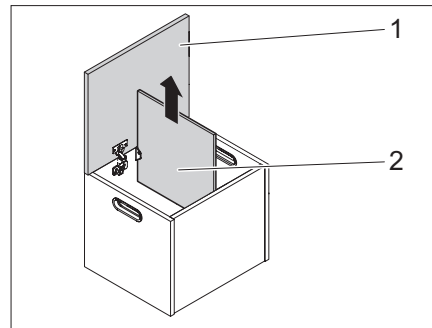

Fig. 47 Retirer le couvercle
- ▶ Desserrer les charnières du couvercle (Fig. 47,1) et le retirer par le haut.
- ▶ Retirer la cloison (Fig. 47,2) du coffre de rangement.